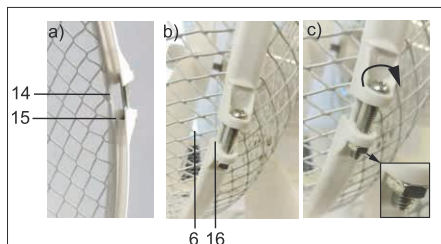

Fig.89: Montaż przedniej kratownicy ochronnej
9. Połączyć ze sobą końcówki taśmy mocującej (7).
10. Włożyć śrubę z łbem krzyżakowym soczewkowym (8 a) przez obydwie ucha (15) i zamocować za pomocą nakrętki (8 b).
11. Ułożyć powstały w ten sposób pierścień na krawędzi tylnej kratownicy ochronnej (14).
*Krawędź kratownicy ochronnej musi przy tym znajdować się w tylnym rowku (15) taśmy mocującej. Rys. 89 a).*
12. Włożyć przednią kratownicę ochronną (6) do przedniego rowka (16) taśmy mocującej. Rys. 89 b).
13. Dokręcić śrubę z łbem krzyżakowym za pomocą śrubokręta w kierunku zgodnym z ruchem wskazówek zegara. Rys. 89 c).